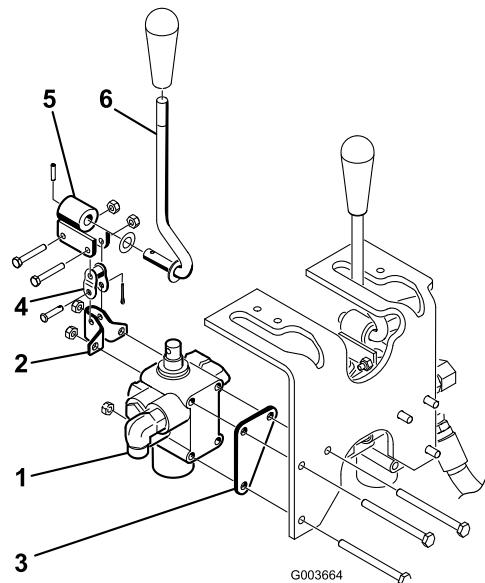

Figure 5
2. Montez l'ensemble soupape, le support de pivot et la plaque de la soupape sur le châssis avec 3 boulons (1/4 x 3") et 3 contre-écrous (Figure 5). Placez la plaque de soupape contre l'avant du longeron de châssis lors du montage. Serrez à 10,2–12,4 Nm.
- Montez sans serrer le levier de pivot sur le tiroir et la biellette à épaulement avec 2 boulons (N° 10 x 1-1/4") et 2 contre-écrous (Figure 5). Ne serrez pas à ce stade.